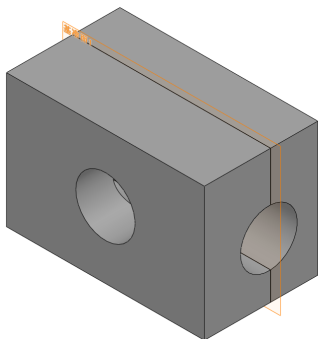

图 6-28 分割实体特征效果
(5) 执行操作后, 即可分割实体特征, 如图 6-28 所示。